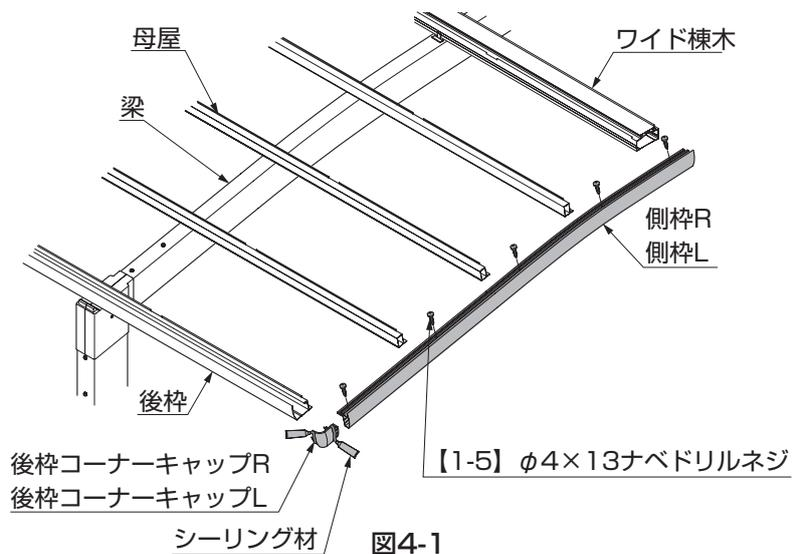
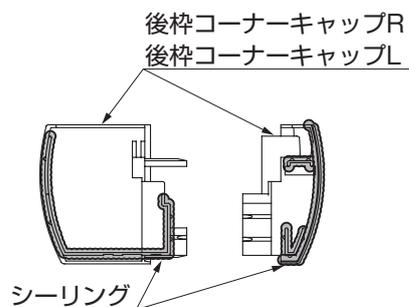

図4-1
図4-2
- ①後枠コーナーキャップR・後枠コーナーキャップLにシーリング材を充てんして、側枠R・側枠Lに取付けてください。(図4-1、図4-2参照)
- ②後枠・母屋・ワイド棟木に側枠R・側枠Lの穴に合わせて【1-5】で取付けてください。(図4-1参照)